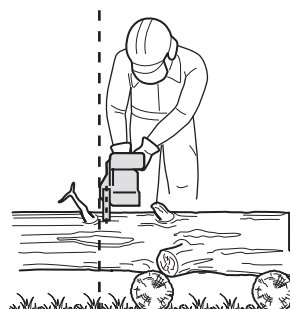

Fig.20
- Vous devez impérativement être dans une position sûre lorsque vous utilisez l'appareil. Tenez l'appareil du côté droit du corps (Fig. 20).